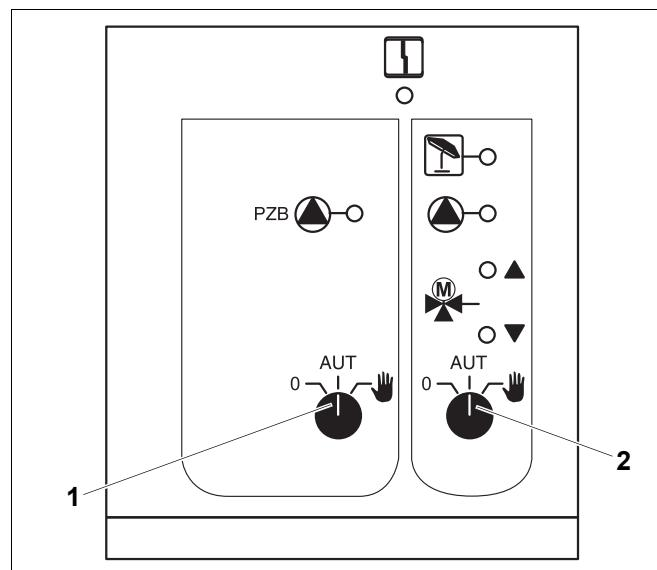

Рис. 26 Центральный модуль ZM433
- Отопительный контур ( $\rightarrow$  Рис. 26, [1]) установите переключатель
- Отопительный контур ( $\rightarrow$  Рис. 26, [2]) установите переключатель